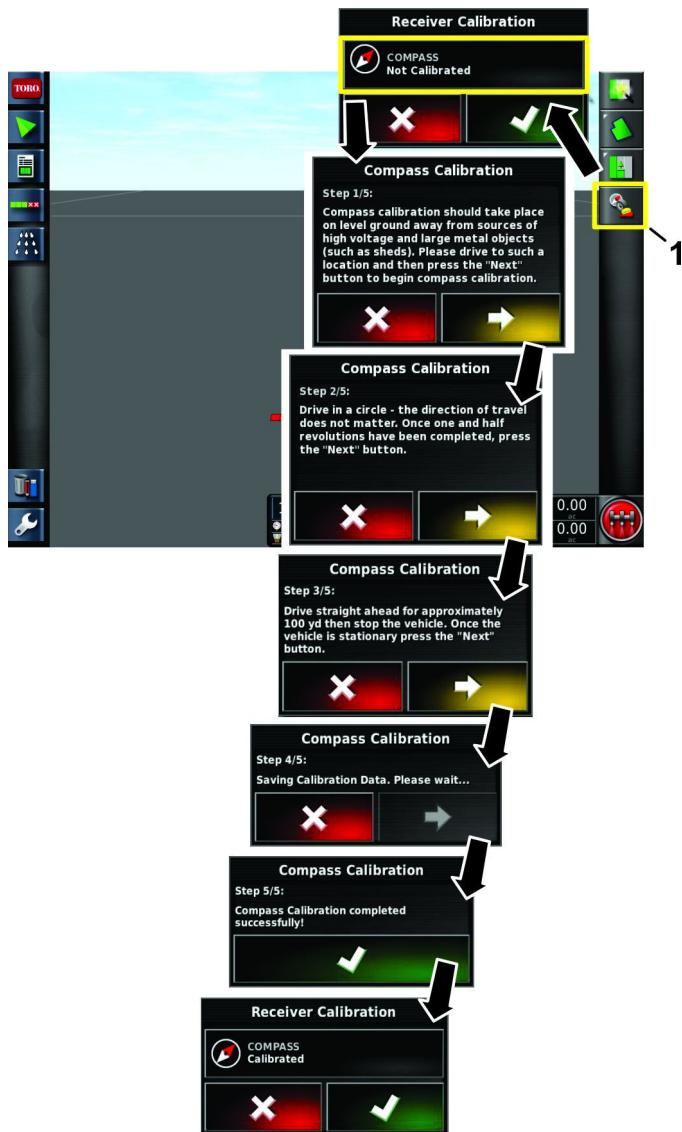

图 73
1. 选择接收器校准图标图 73。
2. 选择指南针图标图 73。
4. 按下一步图标图 73。
6. 确认校准图 73。